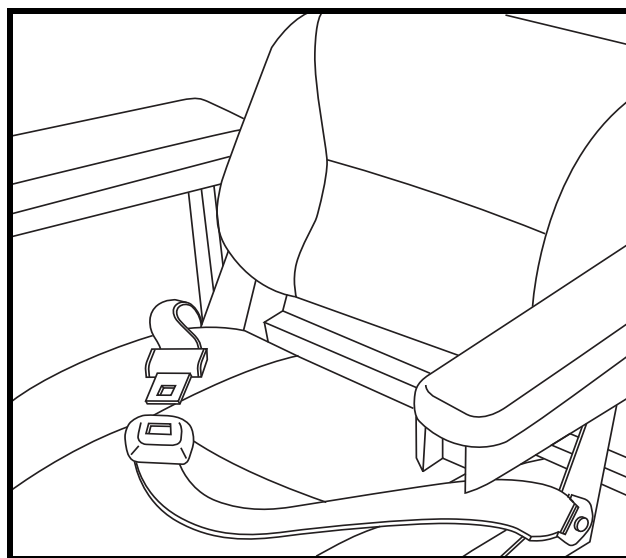

Figura 22. Cinture di sicurezza
La seduta dello scooter può essere dotata di cinture di sicurezza regolabili per maggiore comodità. **Vedere figura 22.** La cintura di sicurezza è stata progettata per garantire un maggiore supporto all'utente ed evitare che scivoli in avanti o indietro sulla seduta.
1. Inserire il gancio metallico del lato destro della cintura nella chiusura di plastica al lato opposto spingendo fino a sentire un "click". **Vedere figura 22.**